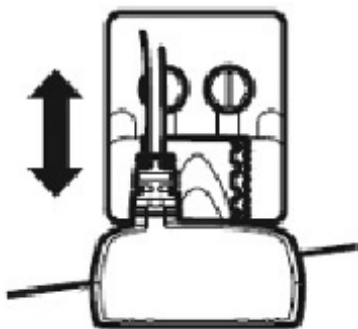

Рис. 23
6. Отрегулируйте сборку датчика вертикально, пока шов на направляющем конце датчика (шов, который ближе к транцу лодки) не станет по уровню чуть ниже корпуса (Рисунок 23).
5. Если угол установки датчика правилен и все же изображение дна на высокой скорости пропадает, отрегулируйте высоту и бегущий угол в небольшом направлении возрастания, для получения идеального положения датчика. Сначала понемногу отрегулируйте высоту (Рисунок 23).